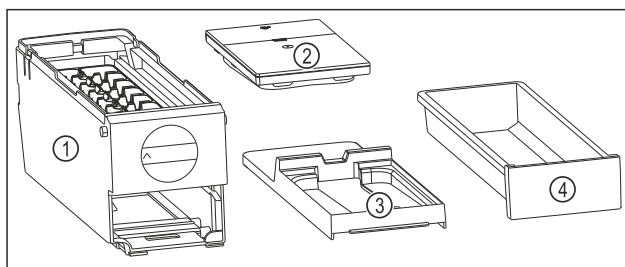

Fig. 185 Części dla EasyTwist-Ice
- ▷ EasyTwist-Ice jest rozłożony na cztery części. (patrz Fig. 185)
- ▶ Należy demontować EasyTwist-Ice wyłącznie na przedstawione części. (patrz Fig. 185)
- ▶ Czyścić korpus EasyTwist-Ice Fig. 185 (1) w całości.